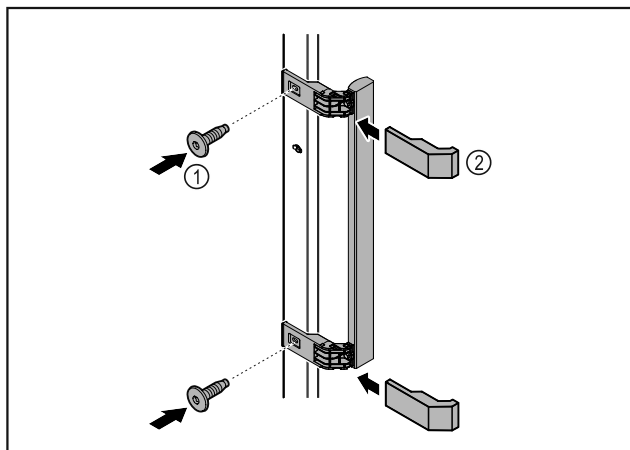

Fig. 8
- ▶ Montoni dorezën nga paketa së bashku me vidat e ofruara Fig. 8 (1) në derë.
- ▶ Vendosni kapakun mbulues Fig. 8 (2).